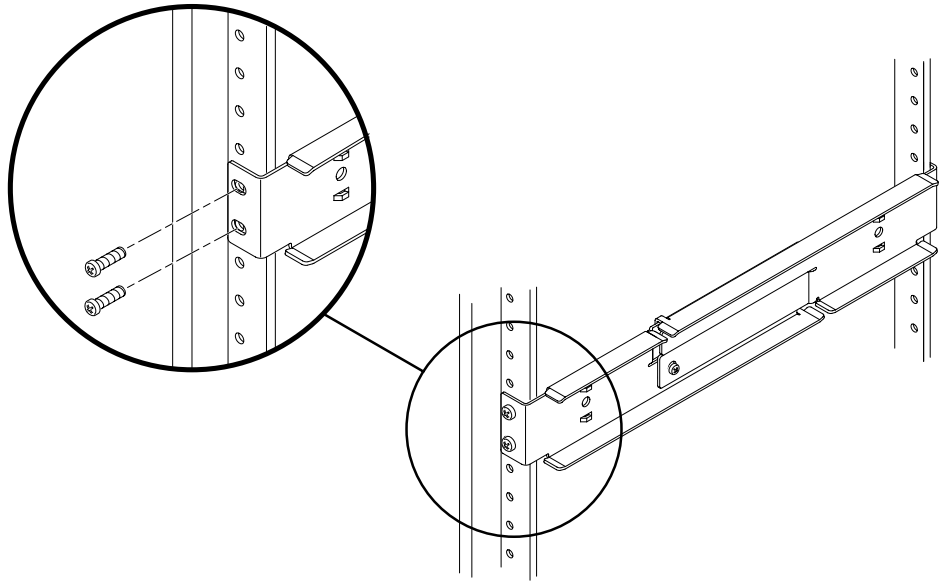

FIGURA 3-16 Fijación de la parte frontal de los raíles ajustables al bastidor
3. Levante uno de los raíles ajustables a la ubicación deseada en el bastidor. Mediante dos tornillos, fije la parte frontal del raíl al bastidor (FIGURA 3-16). El tamaño de los tornillos varía, según el bastidor.